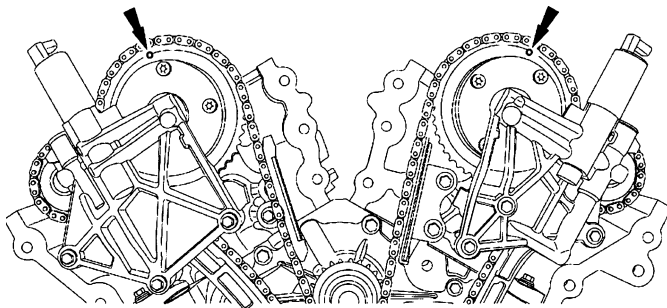

图 15-1 可变凸轮轴正时总成正时标记
- 2) 顺时针转动曲轴，按照图 15-1 所示将可变凸轮轴正时总成上的正时标记对齐。